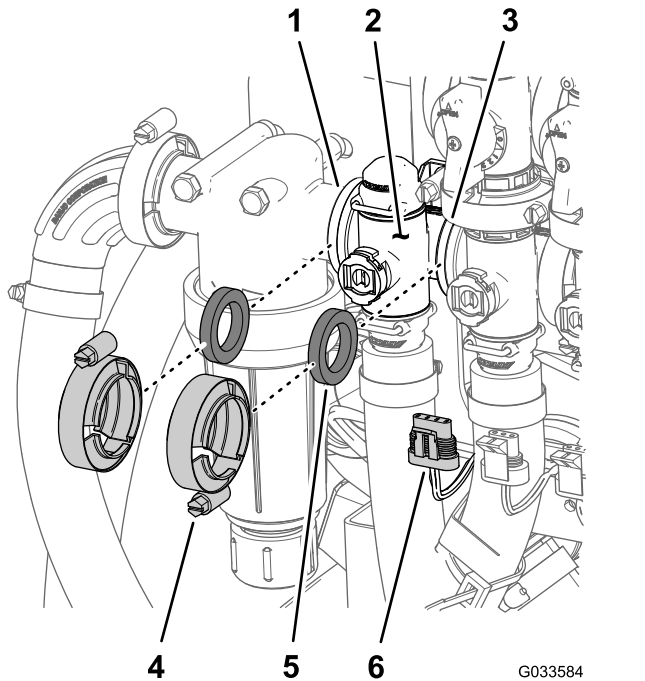

Figura 98
1. Retire las 2 bridas de fijación y las 2 juntas que sujetan el distribuidor de la válvula de control de caudal (Figura 98) al filtro de presión y la válvula de agitación.